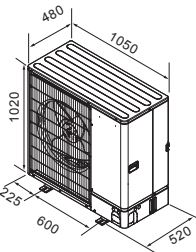

Fig. 2-3
2.3. Külső méretek (Kültéri egység) (Fig. 2-3)